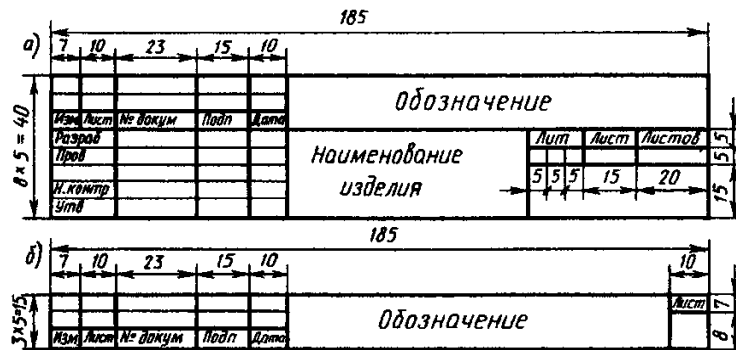

Рисунок 4 Основная надпись для текстового документа а – 1 лист, б – последующие листы.
4. Выполните спецификацию для сборочного чертежа «Клапан», заполните основную надпись форма 1 Рисунок 4 а